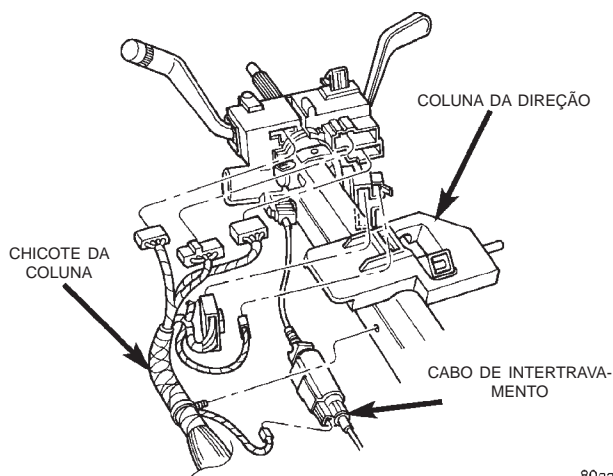

Fig. 5 Chicote da Coluna de Direção
(10) Desconecte e remova o chicote de fiação da coluna (Fig. 5).